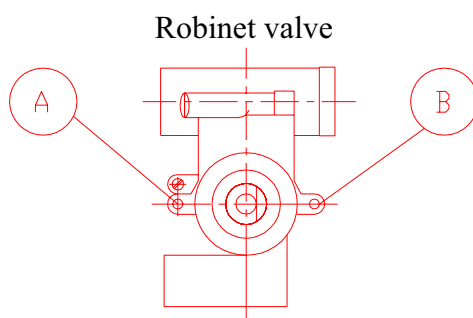

Figure 8
- b) Lâcher les vis A et B (figure 8). Faire sortir le cône du robinet et nettoyer la graisse